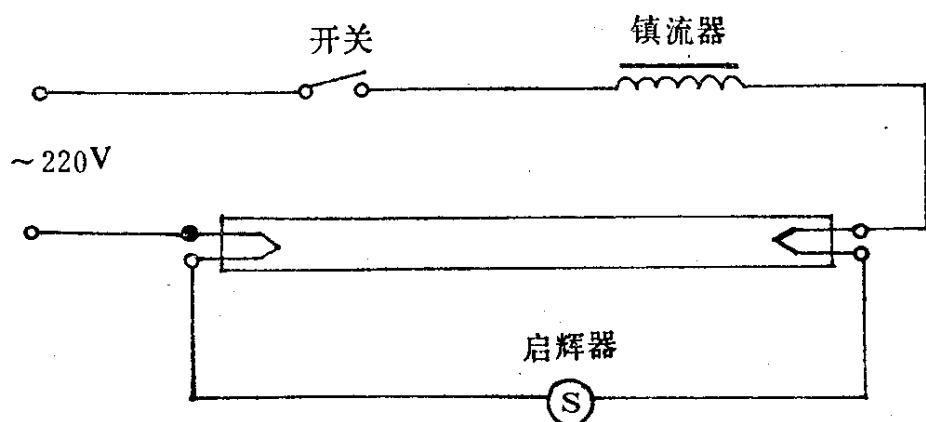

图 1—4
②灯具附近使用的导线应采用玻璃丝、石棉、瓷珠等作绝缘层的耐燃导线。灯头软线两端接灯线盒和灯头部分，应挂焊锡，以免发生短路。
③日光灯的接线方法，如图 1—4 所示。